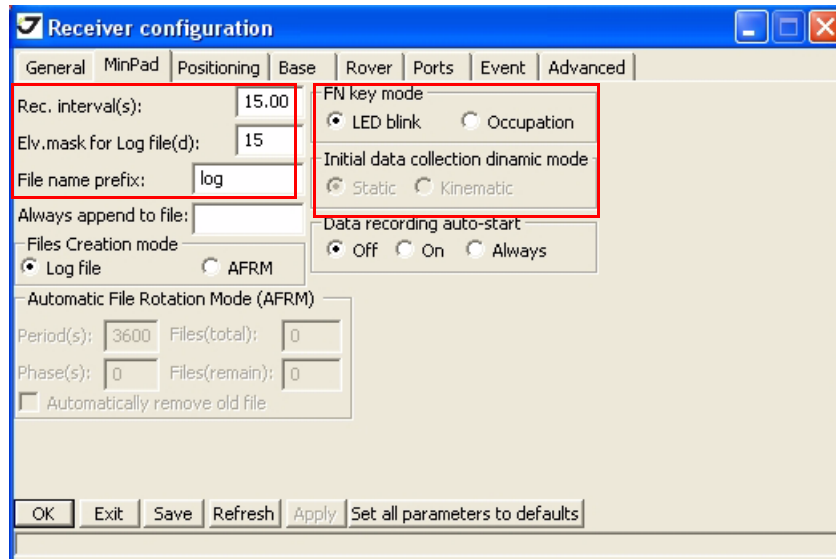

Рисунок 3-8. Настройки приемника – MinPad для записи данных
- Перейдите в закладку *MinPad* и настройте следующие параметры (Табл. 4), а затем нажмите *Apply* (Рисунок 3-8 на стр. 45).